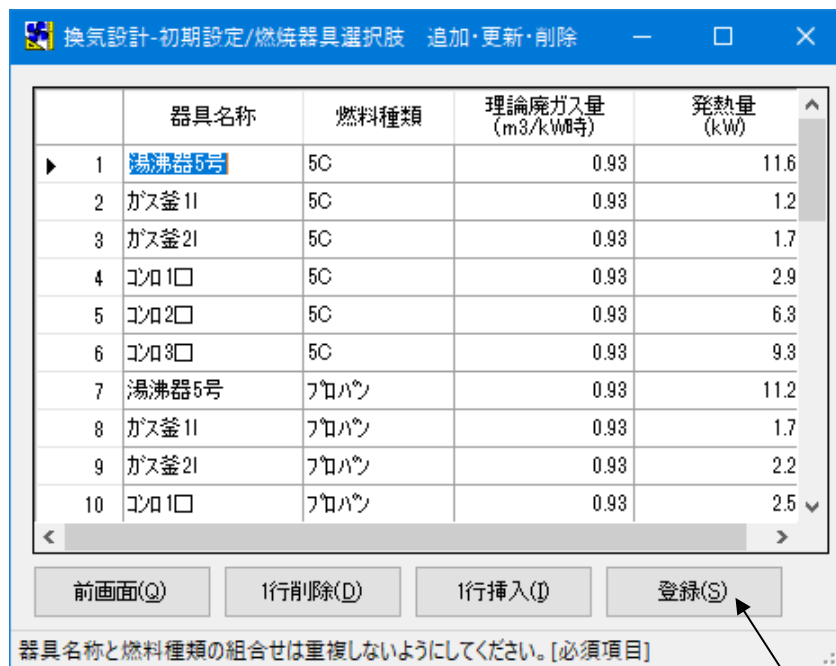

図 2
- (2) 『燃焼器具選択肢 追加・更新・削除』画面(図 2) が表示されます。
- (3) 入力終了したら、[登録(S)] ボタン(図 2-①) をクリックします。